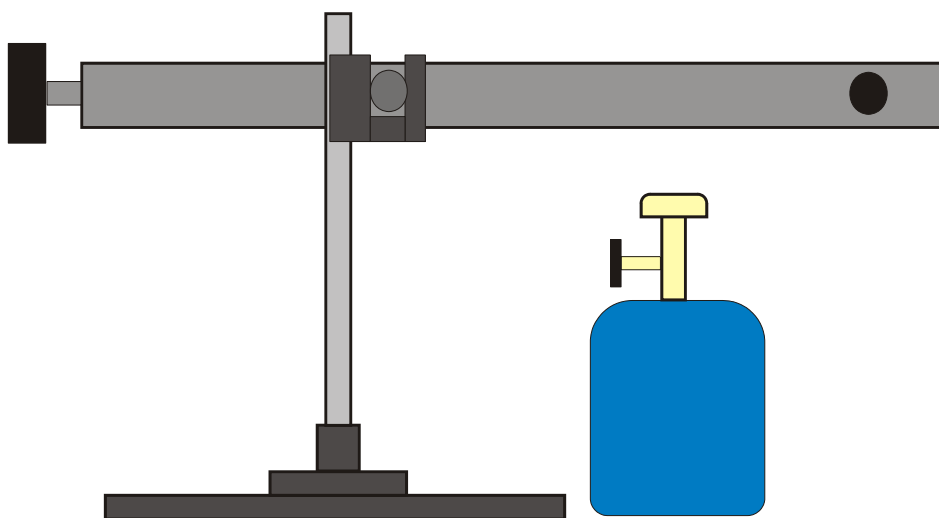

Fig. 1 Dispositif expérimental – appareil de Tyndall
- Dispositif expérimental conformément à Fig. 1. Faites bien attention à ce que le boulon ne risque pas d'être projeté en direction des personnes observant l'essai.